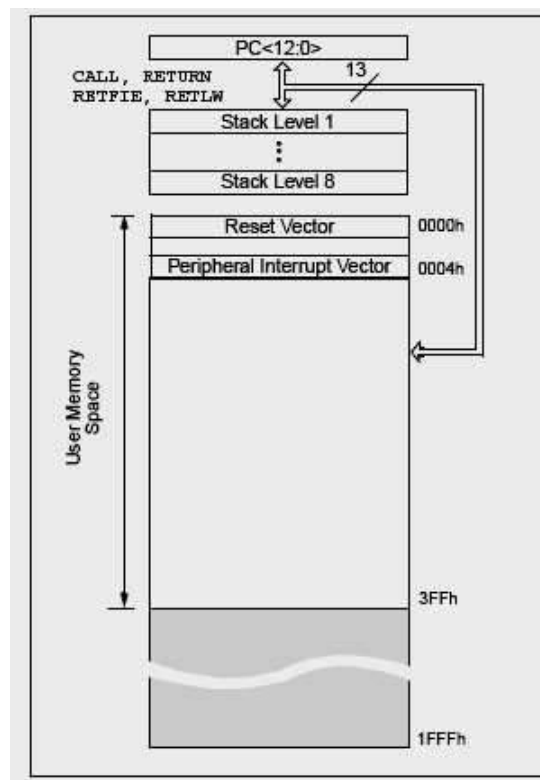

Figura 7.8. Configuración de la memoria Flash en el PIC16F84
*"PC" y los "Stack Level" son empleados por el PIC y nosotros no se tiene acceso a ellos. Figura 7.8.*